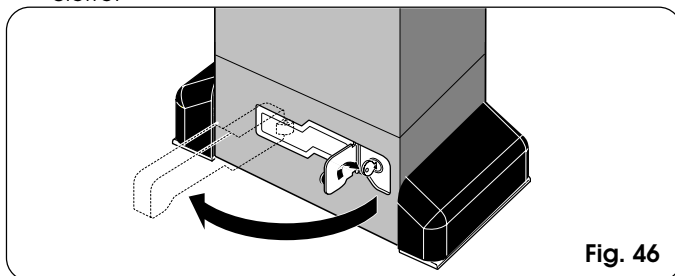

Fig. 46
- 2) Gire la llave en sentido horario y tire la palanca de desbloqueo como se indica en la Fig. 46.